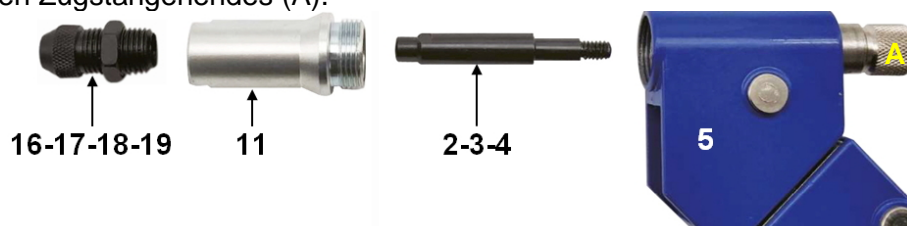

Abb. 3
1. Bauen Sie das Werkzeug wie in Abbildung 3 gezeigt zusammen. Wählen Sie den richtigen Dorn für den betreffenden Nietbolzen. Wählen Sie den kleinsten Dornhalter, in den der betreffende Nietbolzen passt.
6. Betätigen Sie den Griff solange, bis der Nietbolzen eine Haltewölbung an der Rückseite des Werkstücks gebildet hat. Entfernen Sie den Dorn vom Nietbolzen durch Drehen des gerändelten Zugstangenendes (A).